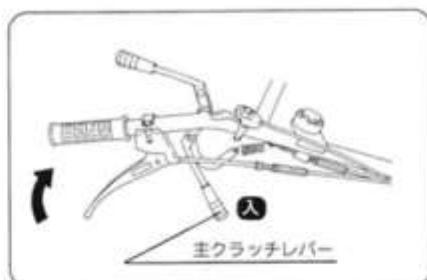

図45
- ③ 主クラッチレバーを【入】にして作業を続行してください。(図45)